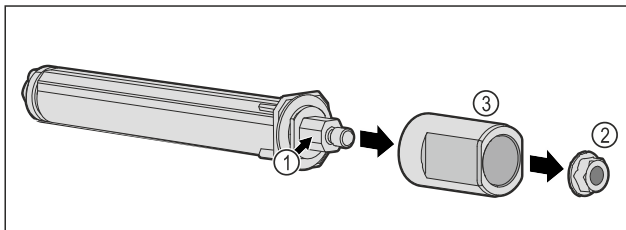

Fig. 58
- ▶ Не розбирати систему закриття дверей Fig. 58 (1).
- ▶ Зніміть гайку Fig. 58 (2).
- ▶ Зніміть втулку Fig. 58 (3).